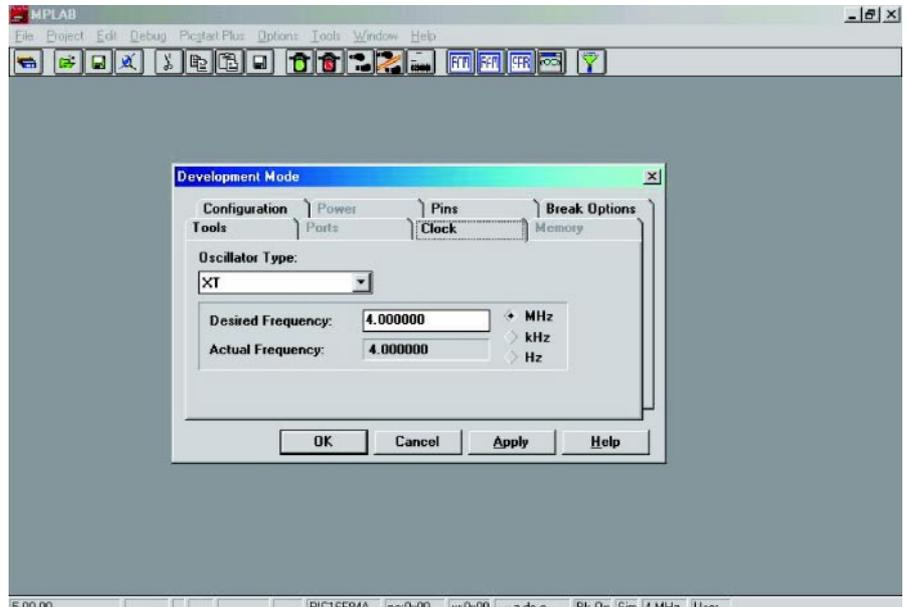

Figura 3 - Ajustando o *clock* para a simulação.
*Options > Development Mode >* e selecione a ficha “*Clock*” e obteremos a janela da figura 3: